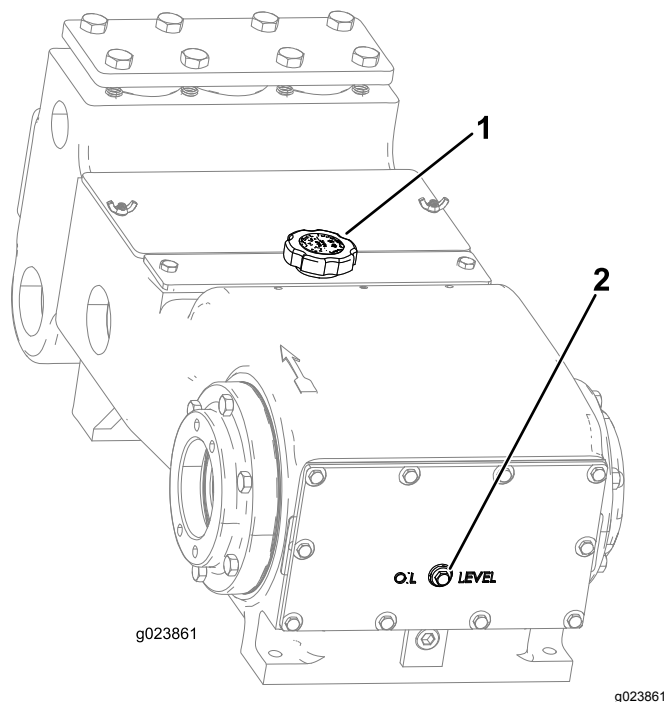

Рисунок 124
2. Отверните контрольную пробку уровня масла в картере (Рисунок 124).
3. Убедитесь, что уровень масла находится на отметке заполнения, как показано на Рисунок 124.
контрольной пробки, как показано на Рисунок 124.